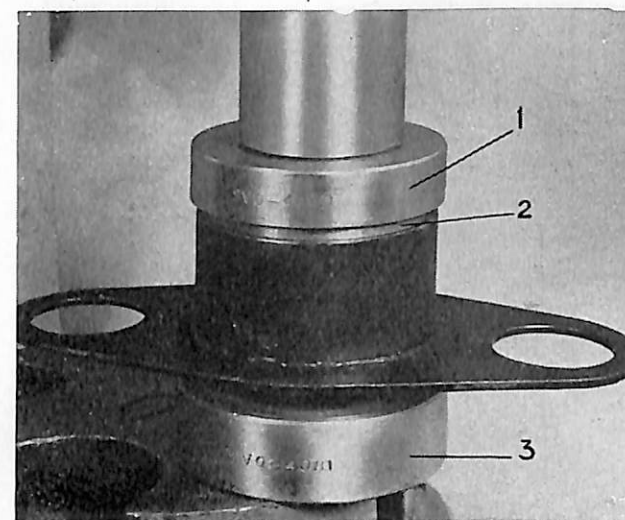

Bild 5. Ipressning av lager.
Vid ipressning, vilket likaså sker i press, tillses att icke lagret pressas snett i lagerhuset. Dorn SVO 4080 med styrning för lagret användes, bild 5. Lagerhuset placeras i underläggsring SVO 4081 (3) mitt under verktyget (1). Lagret (2) sättes på verktygets styrtapp, riktas in och pressas i så långt verktyget medgiver. Lagret är lika på båda sidor och kan således icke monteras fel.